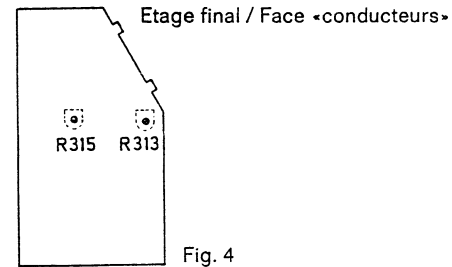

Fig. 4
2.5 R 313/R 315 — Courant de repos de l'étage final (Fig. 4)